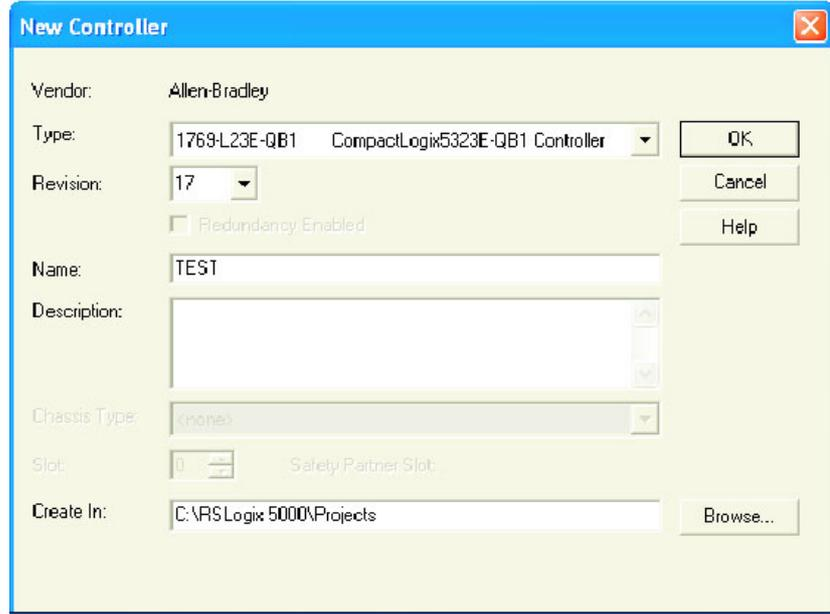

Figure 81 Nouveau régulateur
1. Dans le menu « Fichier », sélectionner « Nouveau » ou cliquer sur l'icône « Nouvel outil ». La fenêtre « Nouveau régulateur » s'ouvre (Figure 81).